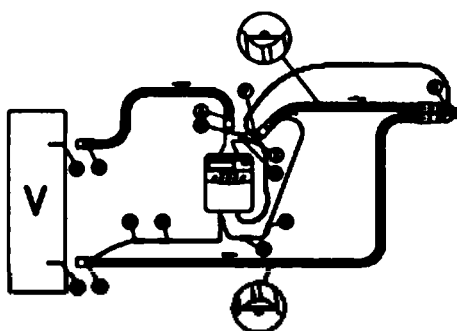

Рисунок 3
10. Если используется двойной дыхательный контур для увлажнителя HUDSON RC1™* (рис. 3), следует применять два адаптера. Соединение осуществляется следующим образом:
- ◆ голубой электрический коннектор магистрали вдоха (G) с помощью адаптера присоединяется к короткому концу кабеля увлажнителя с голубым коннектором (G1);
- ◆ желтый электрический коннектор магистрали выдоха (H) с помощью адаптера присоединяется к длинному концу кабеля увлажнителя с желтым коннектором (H1).